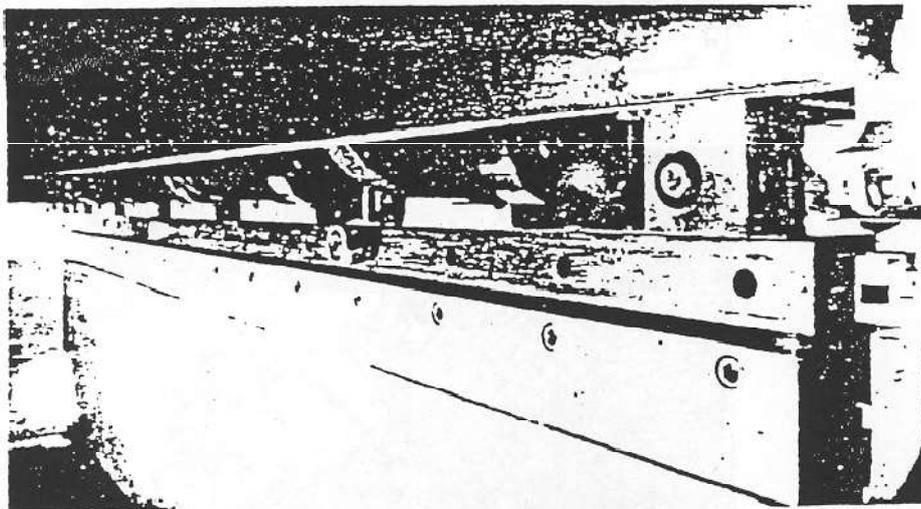

FIG. 3-14
- Sistemare uno degli "eccentrici" (Rif. 55-008045) il più vicino possibile al centro e l'altro a circa 50 cm da una estremità del tavolo inferiore nei fori di fissaggi della lama inferiore precedentemente tolta (Fig. 3-14).